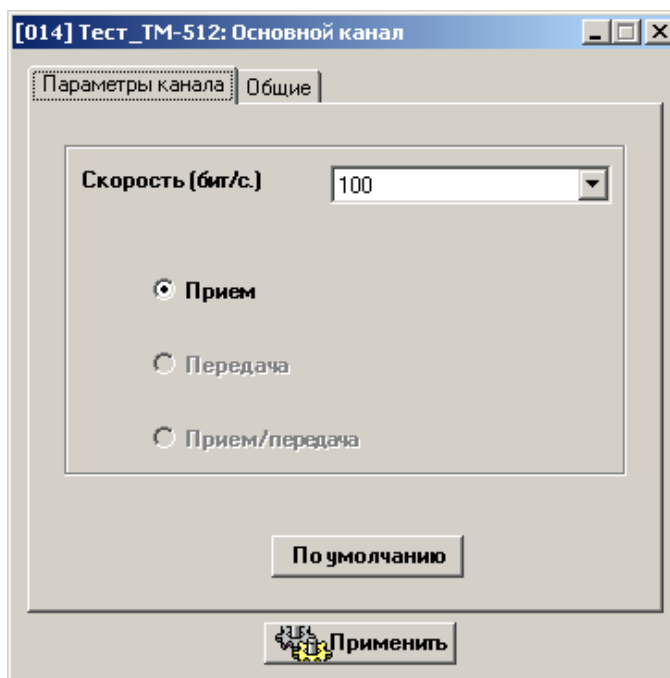

Рисунок 49. Окно свойств синхронного канала
- 2) В зависимости от типа физического канала (синхронный/асинхронный) откроется окно свойств для синхронного или асинхронного канала (см. рисунок 49, 50).